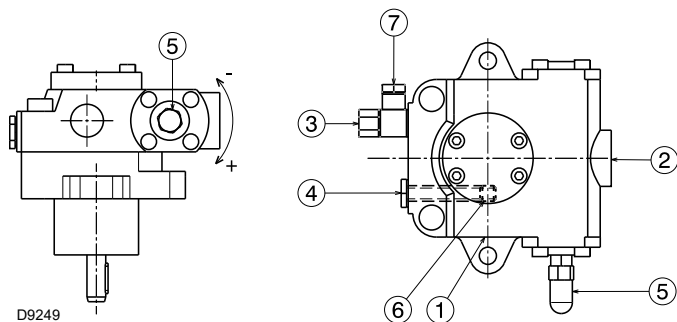

Рис. 23
Они устанавливаются на горелку с закрытым байпасом с помощью винта 6) (Рис. 23 на стр. 27).
- Для автоматического запуска насоса (Рис. 23) необходимо отвернуть винт 4) насоса, чтобы выпустить воздух, содержащийся во всасывающем трубопроводе.
Обозначения (Рис. 23)
Вышеуказанная операция возможна, так как насос поступает с завода заполненным топливом. Если насос был опорожнен, перед запуском заполните его топливом через колпачок вакуумметра 4)(Рис. 23 на стр. 27), в противном случае он будет заедать.